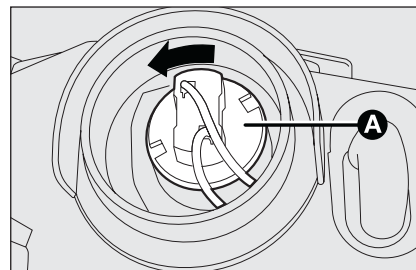

fig. 22
- ☐ girar hacia la izquierda el portalámparas **A-fig. 22** y sacarlo;